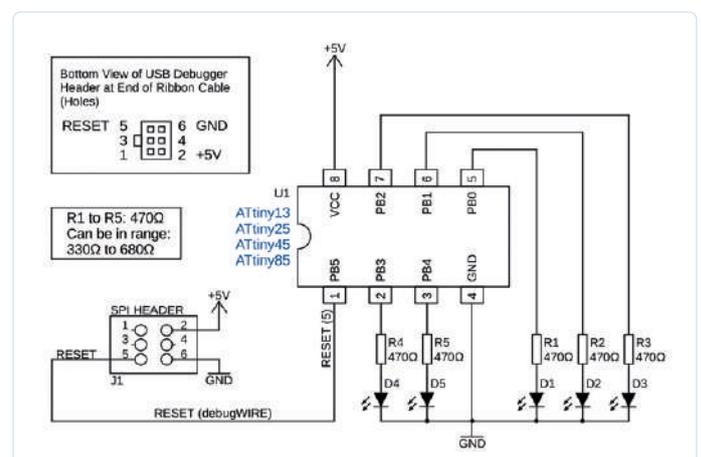
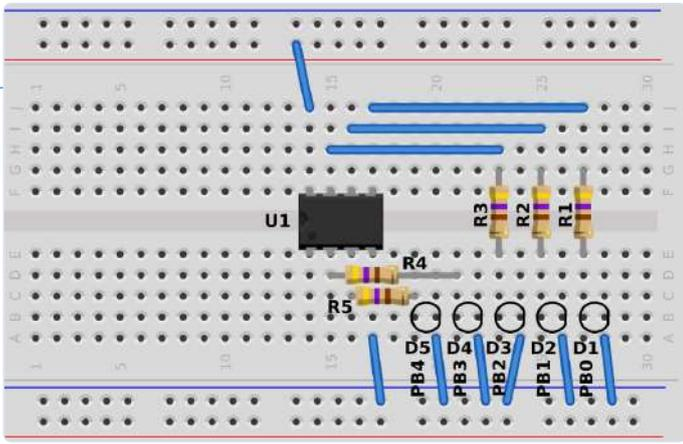

Bild 1. Schaltplan des Fünf-LED-Zählers.
Bild 2. Breadboard-Layout des Fünf-LED-Zählers.
**Bild 1** zeigt einen Schaltplan eines ATtiny13(A) oder ATtiny25/45/85 AVR-Mikrocontrollers mit fünf LEDs, die an die I/O-Pins PBo...
Um das folgende Beispielprogramm auf die Schaltung in Bild 1 zu laden und den Zählwert auf den LEDs anzuzeigen, kann ein USB-Programmiergerät mit reiner Programmierfunktion verwendet werden. Verdrahten Sie die LEDs wie in Bild 1 und Bild 2 gezeigt. Die originalen USBasp- und USBtinyISP-Designs besitzen Schutzwiderstände auf den Leitungen zum Programmiergerät, die sowohl das Programmiergerät wie auch den Ziel-AVR-Chip schützen. Der Arduino Uno, der als ArduinoISP eingesetzt wird, verfügt nicht über solche Schutzwiderstände, aber diese können der MOSI- und der SCK-Leitung des Arduino Uno zum Ziel-AVR hinzugefügt werden. Im originalen USBasp-Design werden 270-Ω-Schutzwiderstände auf den Leitungen MOSI, SCK und RESET verwendet, beim originalen USBtinyISP-Design sind 1,5-kΩ-Widerstände auf den Leitungen MOSI und RESET platziert.
Obwohl die Schaltung in Bild 1 mit den angeschlossenen LEDs und Vorwiderständen über die ISP/SPI-Schnittstelle programmiert werden kann, ist es möglich, dass an anderen Schaltungen Hardware angeschlossen ist, die die Programmierung stört. Wenn periphere Hardware an den Pins eines zu programmierenden AVR die Programmierung stört, gibt es einige Lösungen für dieses Problem. Natürlich können diejenigen Leser, die einen debugWIRE-fähigen USB-Programmierer/Debugger wie den Atmel-ICE besitzen, den Ziel-AVR einfach in den debugWIRE-Modus versetzen und so nur einen Pin für die Programmierung verwenden. Eine andere Lösung besteht darin, den AVR auf einem anderen Breadboard über ISP/SPI zu programmieren und ihn anschließend an die Zielschaltung einzubauen.
Alternativ kann ein AVR mit mehr Pins verwendet werden, aber die freien Portpins stimmen nicht immer mit den gleichen Pins des gleichen Ports eines ATtiny im 8-Pin-PDIP-Gehäuse überein. Wenn man zum Beispiel die Portpins PBo...PB4 wie in der Schaltung in Bild 1 verwendet, stehen bei den 14-poligen ATtiny24/44/84-AVRs nicht fünf aufeinanderfolgende freie Pins zur Verfügung, da die ISP/SPI-Pins sowohl Pins von Port A als auch von Port B belegen. Beim 20-poligen ATtiny26/261/461/861 ist der gesamte Port A frei, wenn ein ISP/SPI-Programmierer angeschlossen ist, aber das bedeutet, dass die Software geändert werden muss, um Port A statt Port B zu verwenden. Glücklicherweise sind beim 20-poligen ATtiny2313/4313 die Pins PBo...PB4 frei, wenn ein ISP/SPI-Programmierer angeschlossen ist.
Damit der Mikrocontroller wie in Bild 1 über eine einzige debugWIRE-Leitung programmiert werden kann, müssen zunächst alle ISP-Header-Leitungen des USB-Programmierers/Debuggers an den Mikrocontroller angeschlossen und dann die DWEN-Fuse gesetzt werden, um den AVR in den debugWIRE-Modus zu versetzen. Dann sollte sich der AVR im debugWIRE-Modus befinden. Wenn nicht, schließen Sie Ihren Programmierer/Debugger wie den Atmel-ICE oder AVR-Dragon an. Überzeugen Sie sich, dass sie die DWEN-Fuse setzen können. Sobald dies geschehen ist, können alle ISP-Header-Anschlüsse aus der Schaltung entfernt werden, mit Ausnahme von RESET, +5 V (Vcc) und GND, wie in Bild 1 dargestellt.
Wenn Sie alle Bauteile zusammen haben, können Sie die Schaltung aus Bild 1 auf einem Breadboard aufbauen. Die fünf LEDs werden auf dem Breadboard in einer Reihe platziert, wobei die Positionen den Pins PBo...PB4 entsprechen, beginnend mit PBo (LED D1) auf der rechten und PB4 (LED D5) auf der linken Seite. Mit anderen Worten, wir wollen eine LED-Reihe, bei der PBo mit der LED rechts verbunden ist, PB1 mit der LED links daneben, PB2 mit der LED an dritter Stelle von rechts und so weiter, wie in Bild 2 zu sehen ist. Das Bild zeigt nur die Umriss der LEDs, damit sie nicht die Sicht auf die Drahtverbindungen und Widerstände versperren. Wenn Sie nicht über die entsprechende Hardware verfügen, können Sie die Programme auch mit einem Simulator nachvollziehen.
Wenn Sie die Hardware aus Bild 1 verwenden, wählen Sie im Microchip-Studio das Hardware-Tool (Ihren Debugger) wie den Atmel-ICE, mit debugWIRE als Schnittstelle. Klicken Sie dazu auf das Hammersymbol in der zweiten oberen Symbolleiste. Wenn Sie den Simulator verwenden, wählen Sie stattdessen `Simulator` als Werkzeug. Wenn Sie ein „Hobby“-Programmiergerät verwenden, erfahren Sie im Folgenden, wie Sie das Programm auf den Ziel-ATtiny laden können.